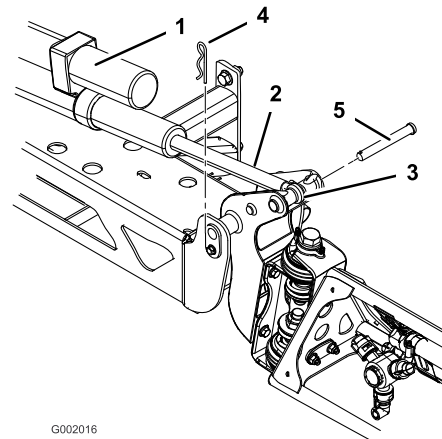

図 36
2. ピボット・ピンからコッター・ピンを抜き取る(図 36)。
3. ブームを持ち上げて、ピンを外す(図 36)。ブームをゆっくりと床まで降下させる。
6. ブームを持ち上げて、ピボットをアクチュエータ・ロッドに整列させる。ブームを支えながら、ブームのピボットとアクチュエータ・ロッドにピンを通す(図 36)。